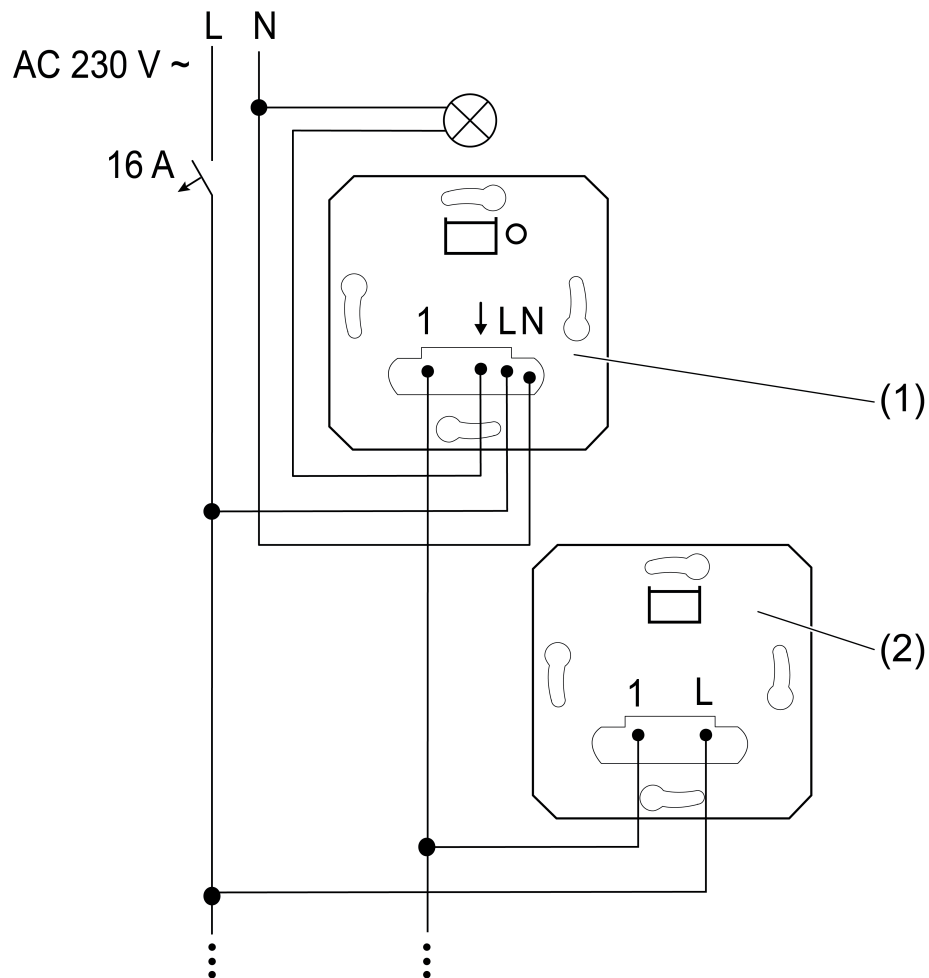
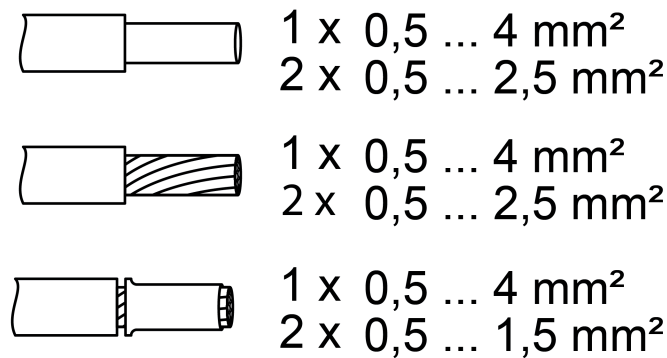

Figure 1: Schéma de raccordement de postes auxiliaires bifilaires
Figure 2: Sections transversales de conducteur pouvant être bloquées
- Raccorder le poste auxiliaire (2) conformément au schéma de raccordement (figure 1). Lors de cette opération, respecter les sections transversales de conducteur pouvant être bloquées (figure 2).
- i** Il est possible de raccorder un nombre quelconque de postes auxiliaires bifilaires (2) à un poste principal (1) (figure 1).